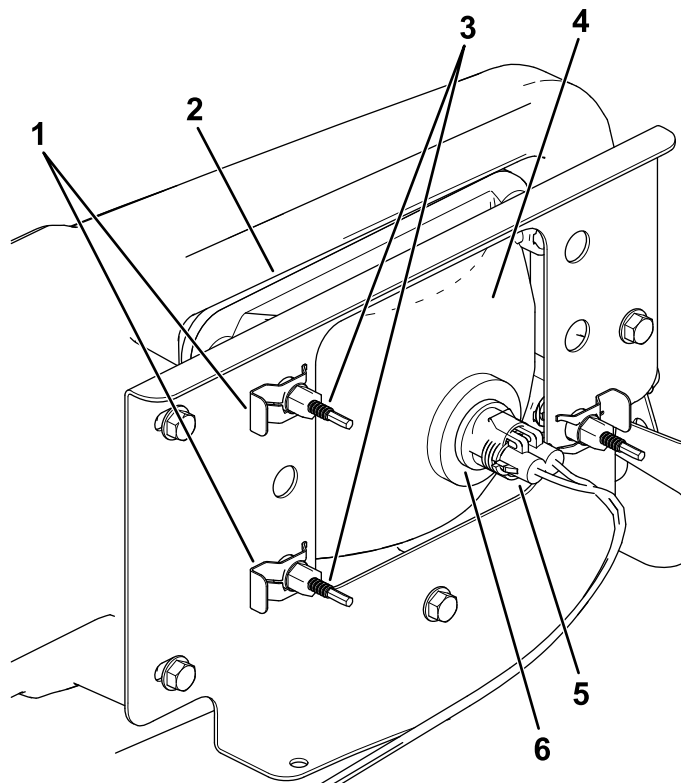

図 51
3. ランプアセンブリのコネクタから、ハーネス用のコネクタを外す 図 51。
4. ヘッドライトをヘッドライトブラケットに固定しているスピードクリップを外す 図 51。
5. ヘッドライトアセンブリ全体を前に押し出して、前バンパーから外す 図 51。
6. 取り付け穴に新しいヘッドライトを取り付ける 図 51。
- ハーネス用のコネクタを、新しいランプアセンブリのコネクタに接続する 図 51。
- ヘッドライトアセンブリの裏側部分にある調整ねじ 図 51を回してヘッドライトアセンブリの角度を変えてビームの方向を調整する。